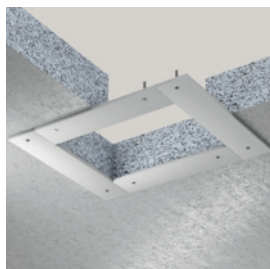

Bild 1:
- / Wenn die Massivwand bzw. -decke im Bereich der Brandabschottung nicht der geforderten Mindestschottdicke entspricht, ist ringsum die Schottöffnung wahlweise ein umlaufender Rahmen (s. Bild 3) bzw. eine Aufleistung (s. Bild 1&2) aus nichtbrennbaren Bauplatten (GKF-, Silikat- bzw. Kalziumsilikatplatten der Klasse A2-s1, d0 bzw. A1 gem. EN 13501-1) vorzusehen, so dass der ZZ-Brandschutzschaum 2K NE über die gesamte Schottdicke am Rahmen bzw. der Aufleistung und der Wand/ Decke anliegt.
- / Wenn die leichte Trennwand im Bereich der Brandabschottung nicht der geforderten Mindestschottdicke entspricht, ist ringsum die Schottöffnung wahlweise ein umlaufender Rahmen (s. Bild 3) bzw. eine Aufleistung (s. Bild 1&2) aus nichtbrennbaren Bauplatten (GKF-, Silikat- bzw. Kalziumsilikatplatten der Klasse A2-s1, d0 bzw. A1 gem. EN 13501-1) vorzusehen, so dass der ZZ-Brandschutzschaum 2K NE über die gesamte Schottdicke am Rahmen bzw. der Aufleistung und der Wand anliegt.